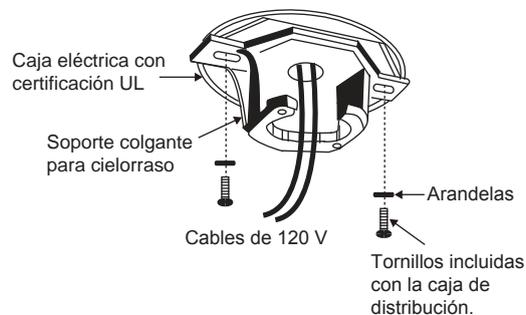

Fig. 6
Paso 3. Pase los cables de alimentación de 120 voltios desde la caja de distribución eléctrica a través del centro del soporte de montaje de techo. (Fig. 6)
Paso 4. Acople el soporte de montaje para cielorraso a la caja de distribución eléctrica utilizando los tornillos y las arandelas incluidas con la caja de distribución. (Fig.6)